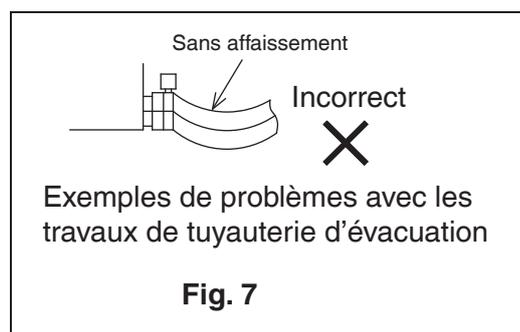

Fig. 7
- Veillez à ce que le tube d'évacuation (4) ne s'affaisse pas dans l'unité BS. (**Reportez-vous à la Fig. 7.**)